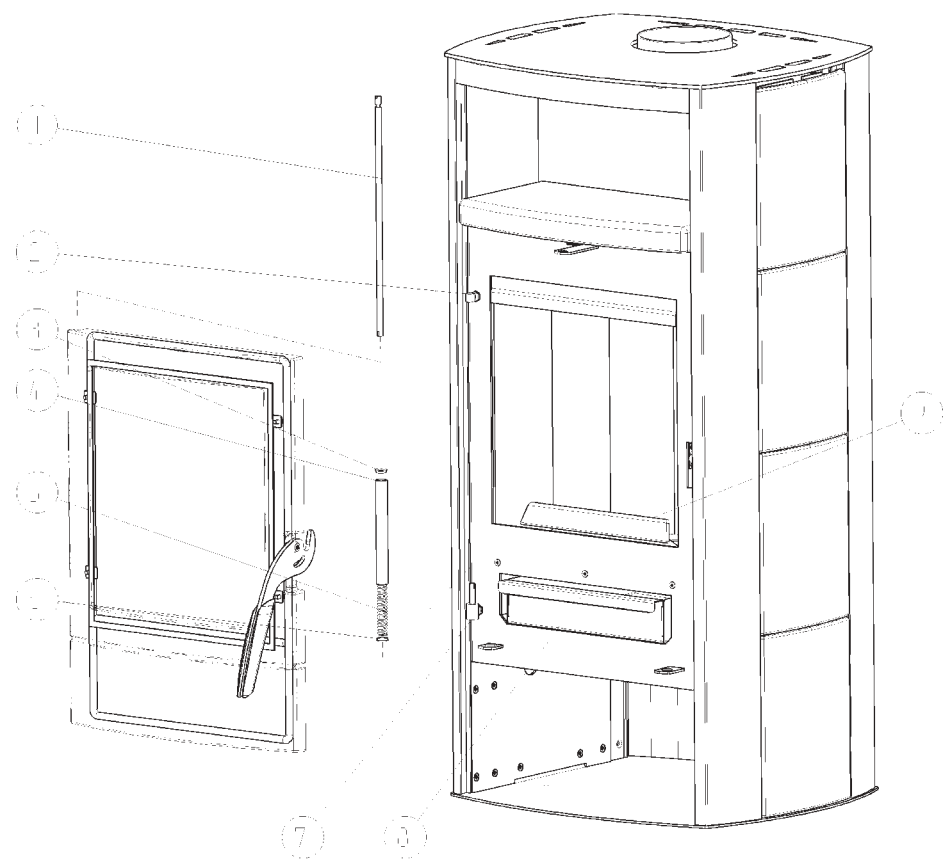
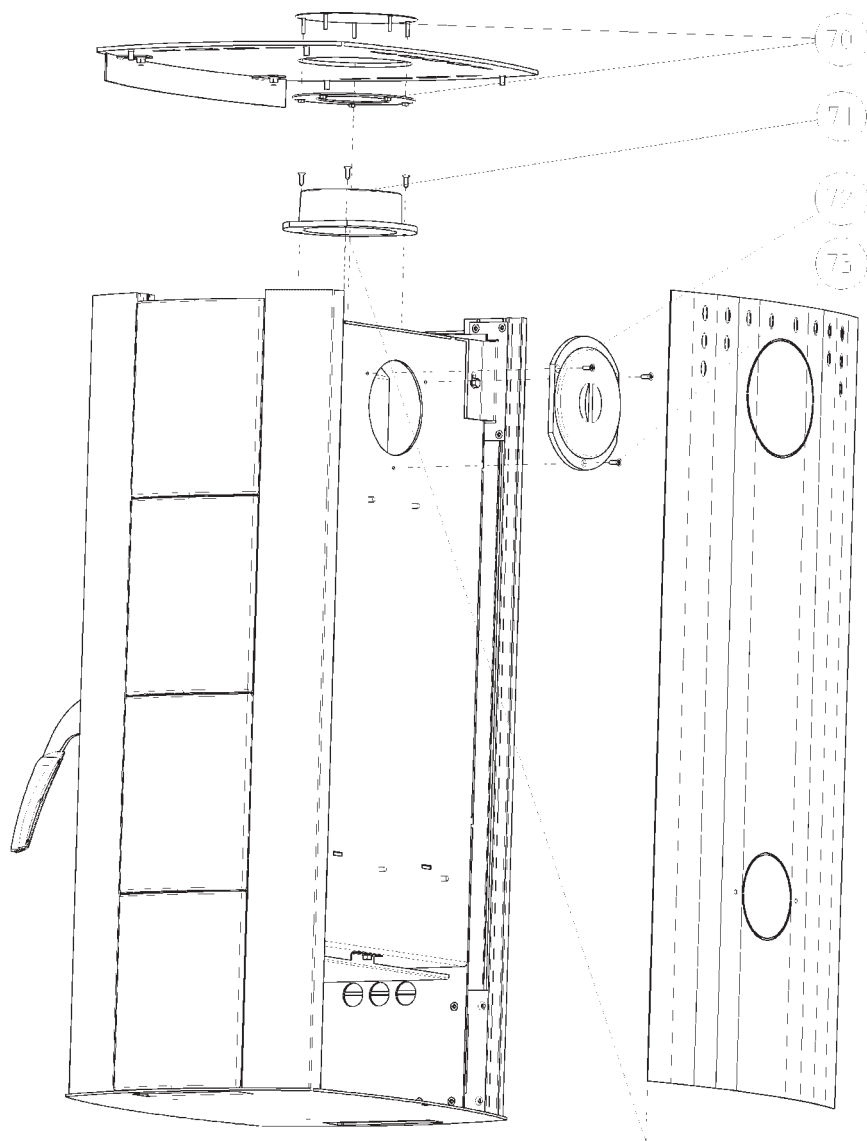

Fig. 3
Fig. 7
**ERSATZTEILE-ÜBERSICHT****(Fig. 3 - Fig. 7)****BEZEICHNUNG**